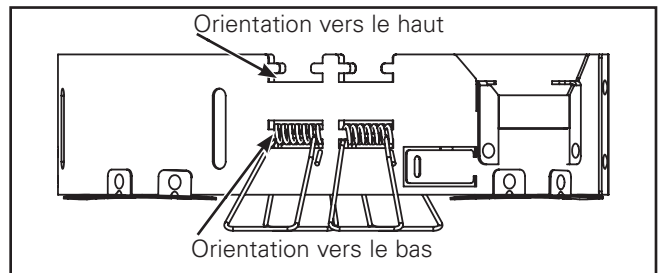

Figure 29.
- L'anneau Retrofit peut être adapté à différentes épaisseurs de plafond et à des hauteurs de cadre de plâtre ou de boîtier en utilisant différentes fentes pour les ressorts de fixation. Le dispositif LD8ART est expédié avec des ressorts orientés vers le haut pour une épaisseur de plafond et de boîtier supérieure à 2,5 cm (1 po) et de 5 cm (2 po) maximum. Pour des épaisseurs de plafond et de boîtier comprises entre 12,7 mm (0,5 po) et 2,5 cm (1 po), les ressorts de fixation doivent être orientés vers le bas (Figure 29.).